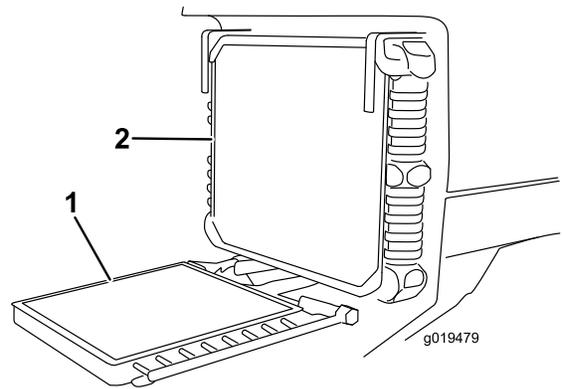

Figura 71
3. Desenrosque los pomos y gire hacia atrás el enfriador de aceite (Figura 71). Limpie a fondo ambos lados del enfriador de aceite y la zona del radiador con aire comprimido. No utilice agua. Abra el capó y expulse los residuos hacia la parte trasera de la máquina. Gire el enfriador a su posición inicial y apriete los pomos.